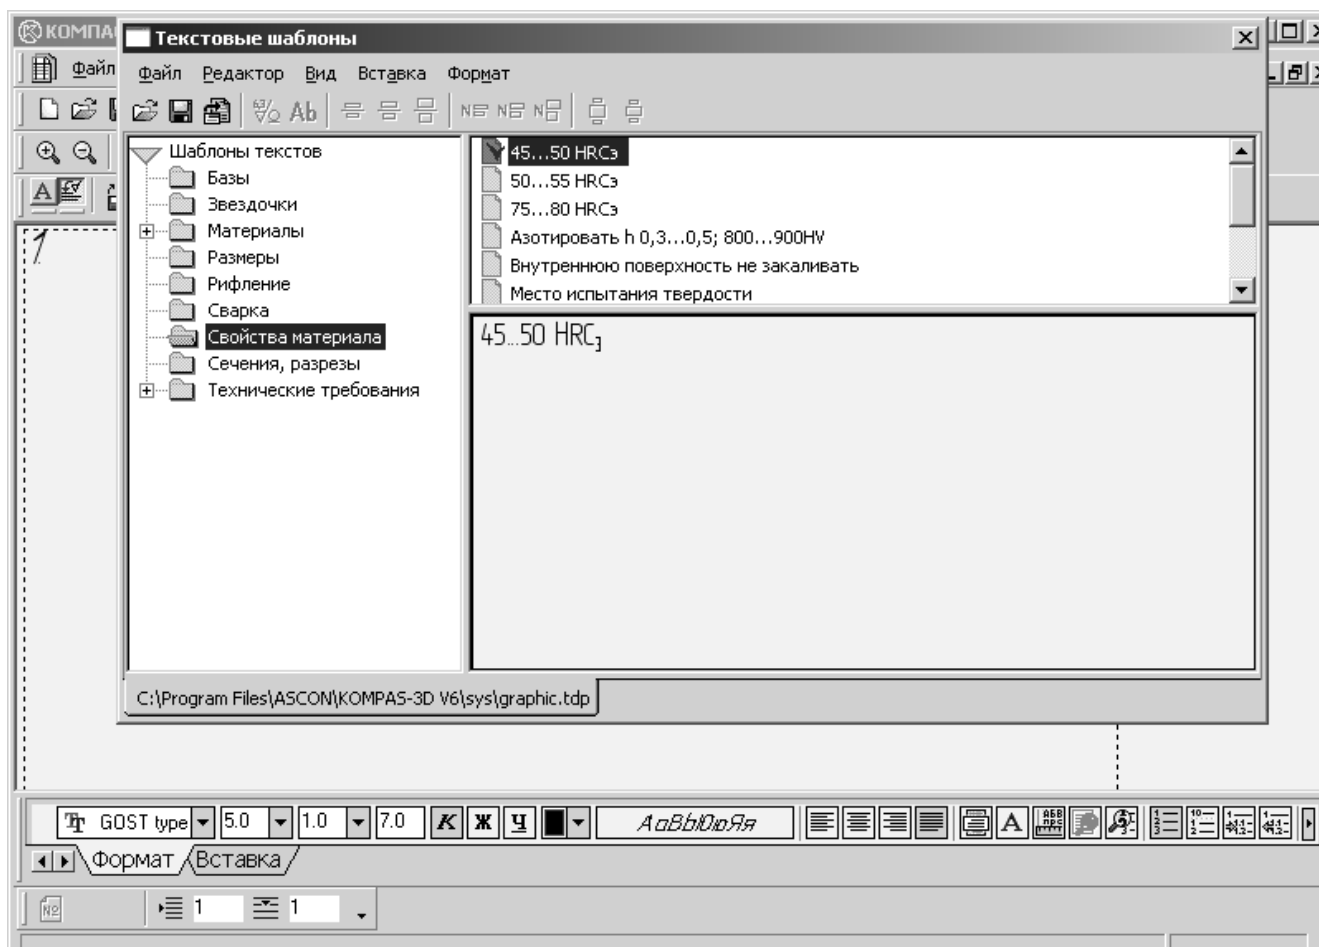

Рис.46.
5. Аналогично назначить требования для поверхности Б: **Технические требования**⇒**Общие ТТ**⇒**На поверхности Б дефекты не допускаются**. Название базы Б редактировать прямо в окне (рис.46).